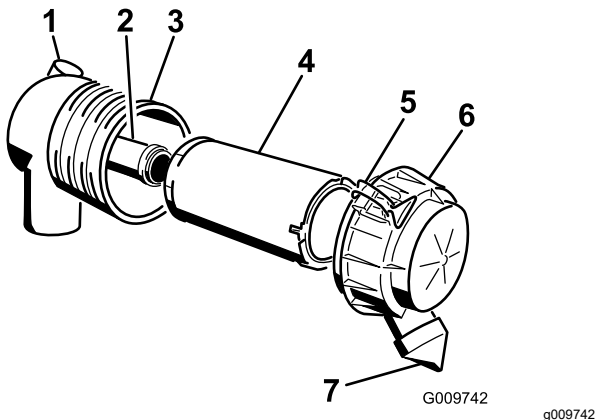

Bild 61
1. Schieben Sie den Hauptfilter vorsichtig aus dem Luftfiltergehäuse heraus (**Bild 61**).
4. Wenn Sie den Sicherheitsfilter auswechseln, schieben Sie den neuen Filter vorsichtig in das Filtergehäuse (**Bild 61**).
6. Bringen Sie die Luftfilterabdeckung so an, dass die Seite mit UP nach oben zeigt, und rasten Sie die Riegel ein (**Bild 61**).